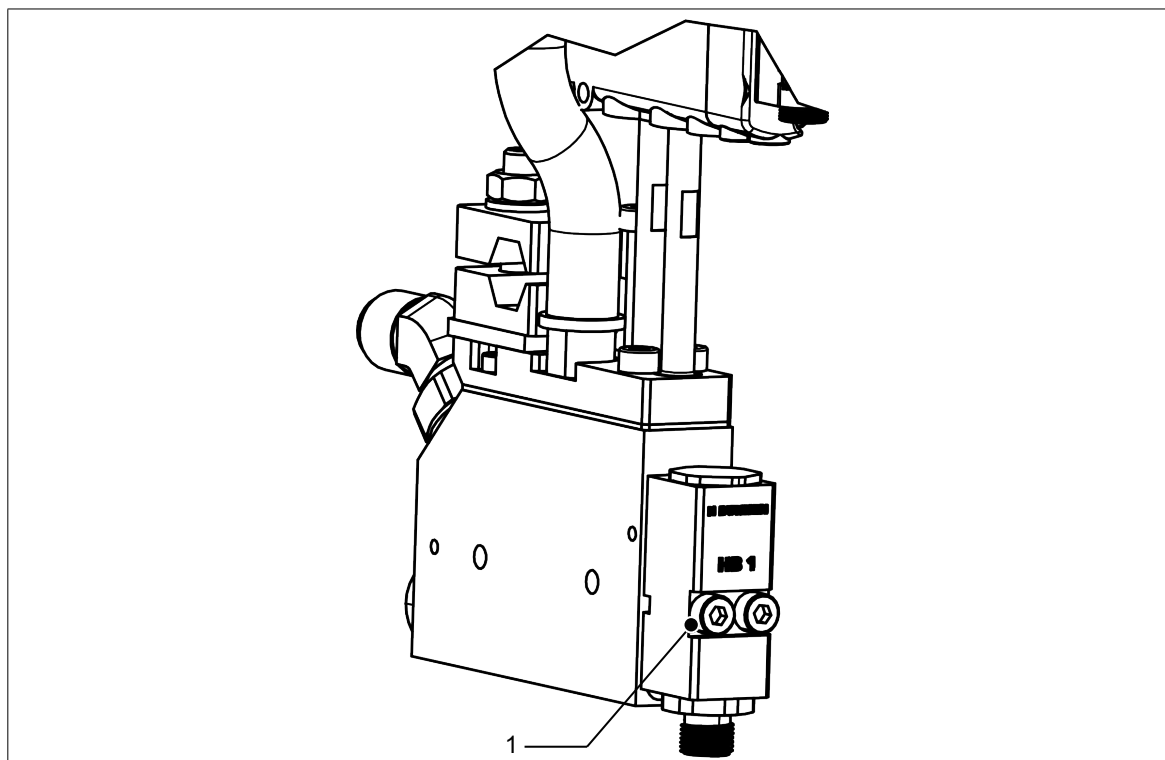

Bild 3: Austausch des Moduls HB 1
3. Die in *Bild 3* gezeigten Schrauben (1, M4) mit einem Inbus-Schlüssel (3 mm) lösen.